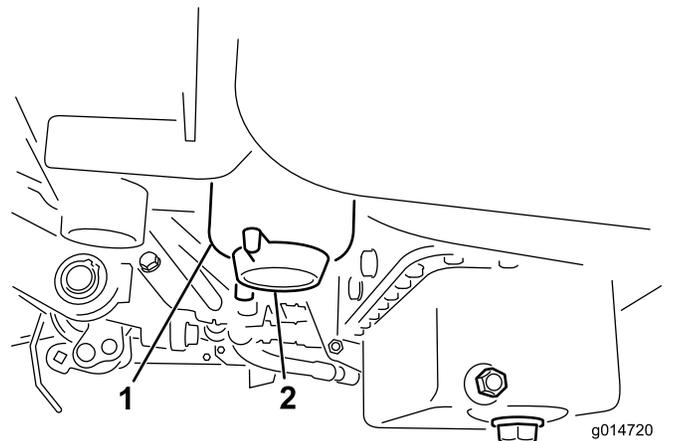

図 37
2. フィルタ容器 (図 37) の周辺をウェスできれいにぬぐう。
4. フィルタのドレンプラグを開く 図 37。